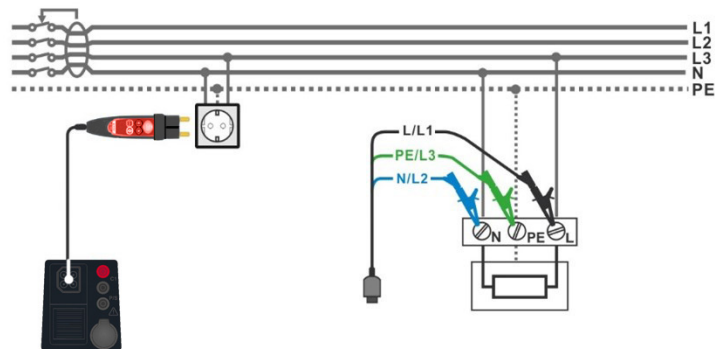

Abbildung 4.44: Z Auto Messung
- › Schließen Sie die 3-Leiter-Prüfleitung oder den Commander-Prüfstecker am Prüfobjekt an, siehe **Abbildung 4.44**.